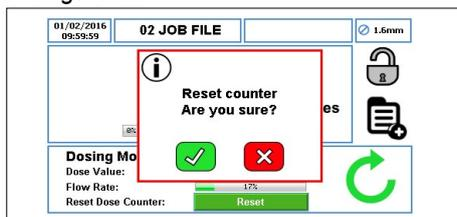

Figure 60 Réinitialiser le compteur de doses – Écran d'accueil
5. L'icône de réinitialisation réinitialise le compteur de dose à zéro. Vous ne pouvez appuyer sur cette icône que si la pompe est arrêtée. Lorsque vous appuyez sur cette icône, vous êtes invité à confirmer votre sélection, comme indiqué à la figure 60.